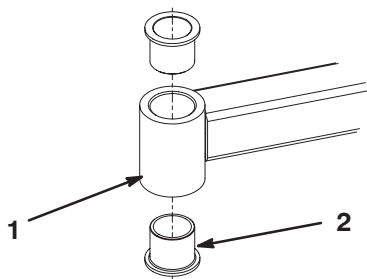

Figure 30
4. Insérez un chasse-goupille dans le haut ou le bas du tube de montage et chassez la bague hors du tube (Fig. 30). Chassez ensuite l'autre bague. Nettoyez l'intérieur des tubes de montage.